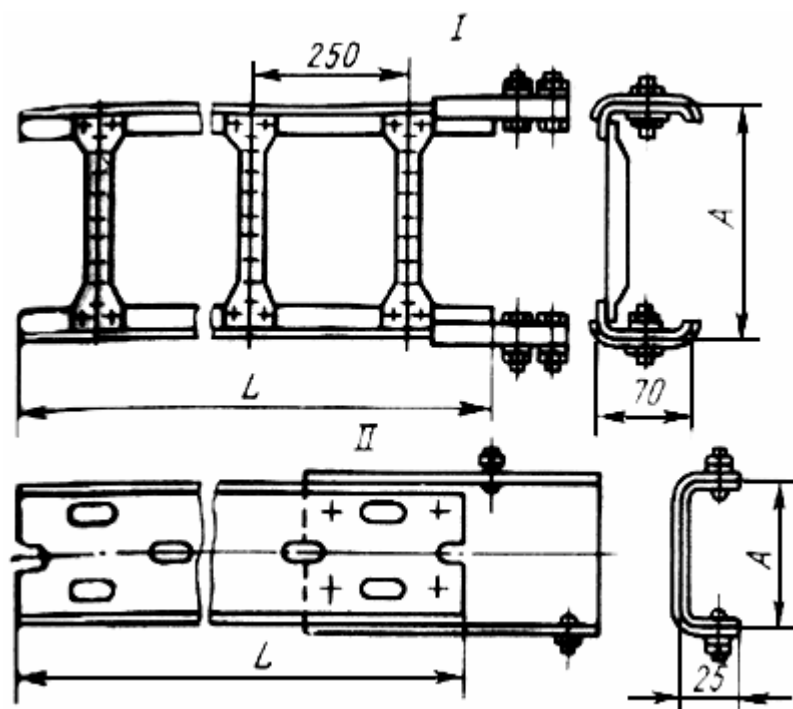

Рис.4
Лотки бывают двух исполнений перфорированные (I) и сварные (II) (рис.4). Перфорированные лотки из листовой перфорированной стали имеют следующие типоразмеры: $A=50$ мм и $L=2000$ мм (НЛ5-П2У3), $A=50$ мм и $L=3000$ мм (НЛ5-П3У3); $A=100$ мм и $L=3000$ мм (НЛ10-П2У3). Сварные лотки, выполняемые из двух профилей, к которым внутри через каждые 250 мм приваривают поперечные перфорированные планки с ребром жесткости, имеют следующие размеры: $A=200$ мм и $L=2000$ мм (НЛ20-П2У3); $A=200$ мм и $L=3000$ мм (НЛ20-П3У3); $A=400$ мм и $L=2000$ мм (НЛ40-П2У3), $A=400$ мм и $L=3000$ мм (НЛ40-П3У3).